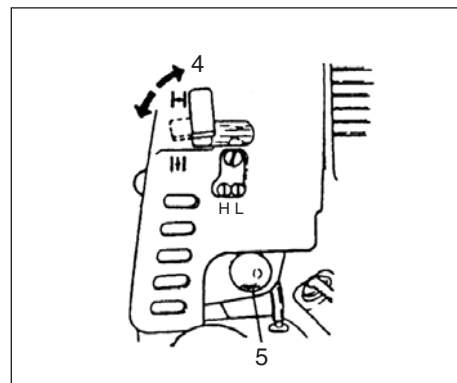

Fig.2-3
* Pressione a bomba de enchimento (5) várias vezes, para que o combustível passe pela manga de retorno (não fornecido com todos os modelos) (Fig. 2-3)
3. Coloque a alavanca do ar na posição CLOSED (fechado) (4). (Fig. 2-3)